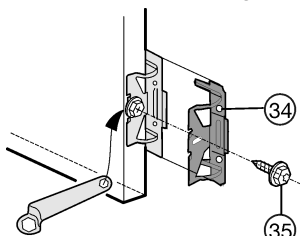

Fig. 12
- ▶ Visser l'ensemble des cornières de fixation Fig. 12 (34) avec un tournevis à six pans Fig. 12 (35) dans les trous préperforés de la porte de l'appareil.